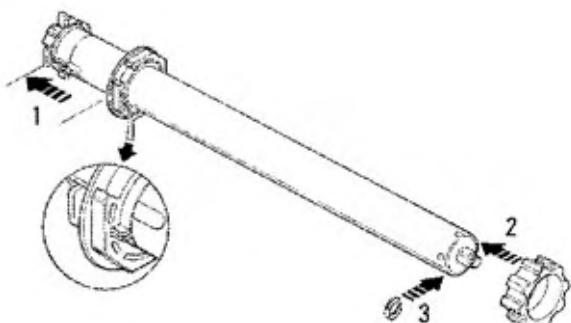

Рис. 1.3
2. Установите адаптер (D) на вал двигателя. Фиксация осуществляется при установкой стопорного кольца в паз вала (рис. 1.3).